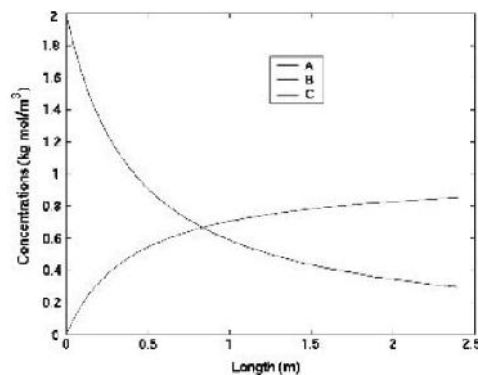

Figure 8.2. Solution to problem posed by Eqs. (8.21)–(8.22).
Étape 4 Chaque courbe est étiquetée avec un symbole différent dans la commande de tracé, et les courbes sont faciles à distinguer (voir figure 8.2). La commande de tracé donnée précédemment donnera aux trois courbes des couleurs différentes, mais celles-ci ne sont pas visibles dans cette version en noir et blanc. Maintenant que vous avez un code validé, vous pouvez faire varier les paramètres pour voir leur effet.